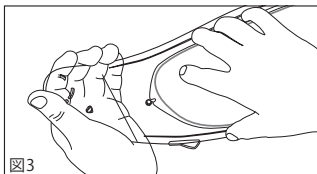

図3
- 取り付けは、図3のように片方のピンにSHOEI DRYLENSを差し込みます。
2-2 Pour la mise en place, accrochez le SHOEI DRYLENS sur l'axe excentrique situé sur l'écran/visière, comme indiqué sur la figure 3.